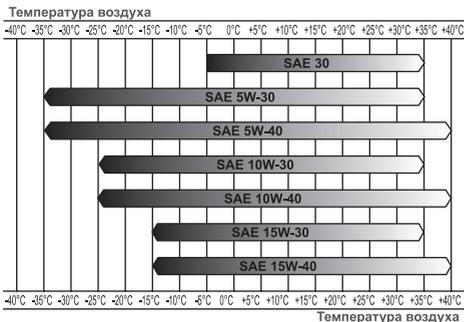

Рис. 5 Определение вязкости масла
*Нельзя применять масло для двухтактных двигателей. Рекомендуется применять моторное масло для четырехтактного бензинового двигателя категории SL и выше по системе классификации API. Вязкость масла по классификации SAE выбирается в зависимости от температуры окружающего воздуха, при которой будет работать двигатель. При выборе вязкости масла пользуйтесь таблицей, показанной на Рис. 5.*